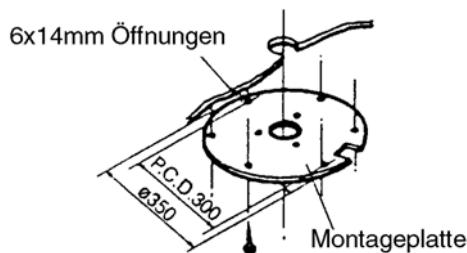

ABBILDUNG 5
1. Befestigen Sie die Montageplatte an der Decke. Stellen Sie sicher, daß die Montageplatte fest angebracht ist und einer Belastung von 150 kg (300 Pfund) Ziehkraft standhalten kann. (ABBILDUNG 5)